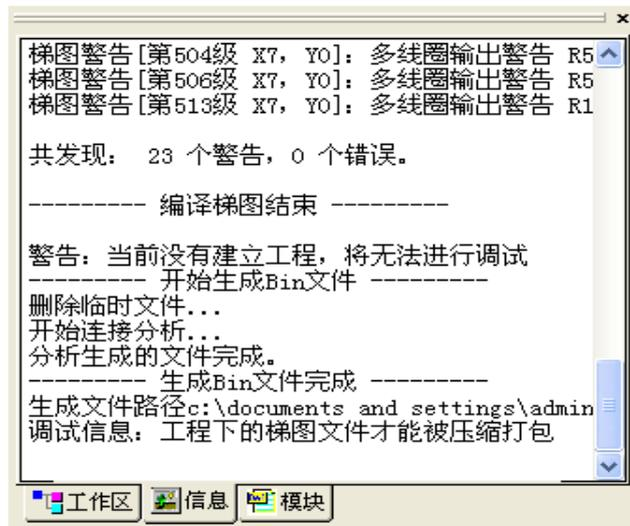

图 5.5 未建立工程情况下生成 Bin 文件的输出提示信息
- ◆ 若单击“否”，则仍会生成 Bin 文件，但文件不能被压缩打包，无法进入调试状态。其输出提示信息如图 5.5 所示。